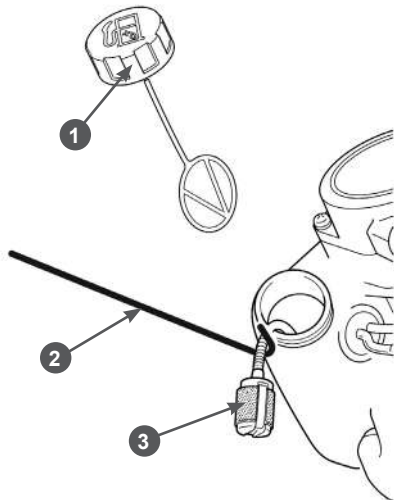

Рис. 12 Обслуживание топливного фильтра
1. Открутите крышку 1 топливного бака (Рис. 12).
3. Зацепите крючком 2 топливный шланг с фильтром и вытяните фильтр 3 через заливную горловину (Рис. 12).